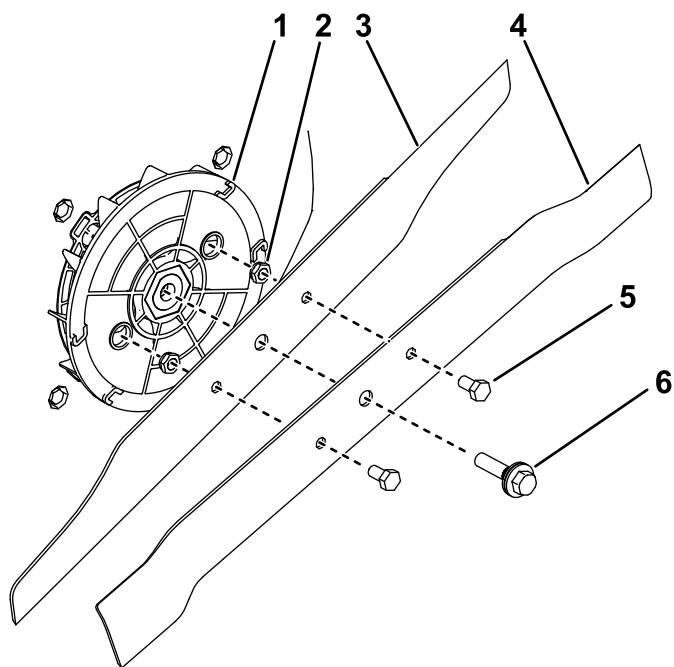

Figura 22
5. Sujete las cuchillas nuevas entre sí como se muestra en la Figura 22; apriete las tuercas que sujetan las cuchillas entre sí a 18.9–19.6 N·m (167–173 pulgadas-libra).
6. Instale las cuchillas nuevas usando el perno de la cuchilla (Figura 22).